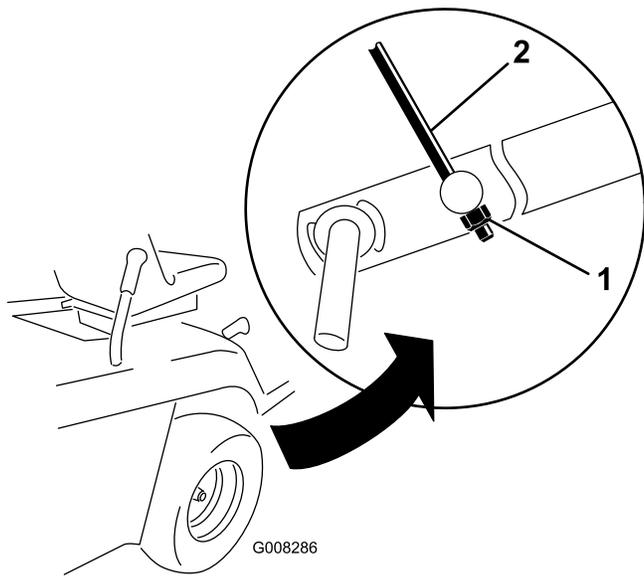

Figure 43
- Réglez le contre écrou M8 à l'extrémité de l'ensemble tige de réglage de hauteur jusqu'à ce que la tige soit légèrement tendue (Figure 43).